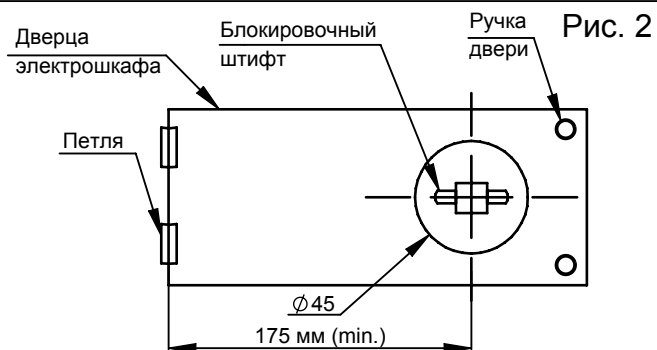

Рис. 2
4. Как показано на рис. 2 блокировочный штифт должен находиться в горизонтальном положении в то время, как переключатель находится в положении OFF.